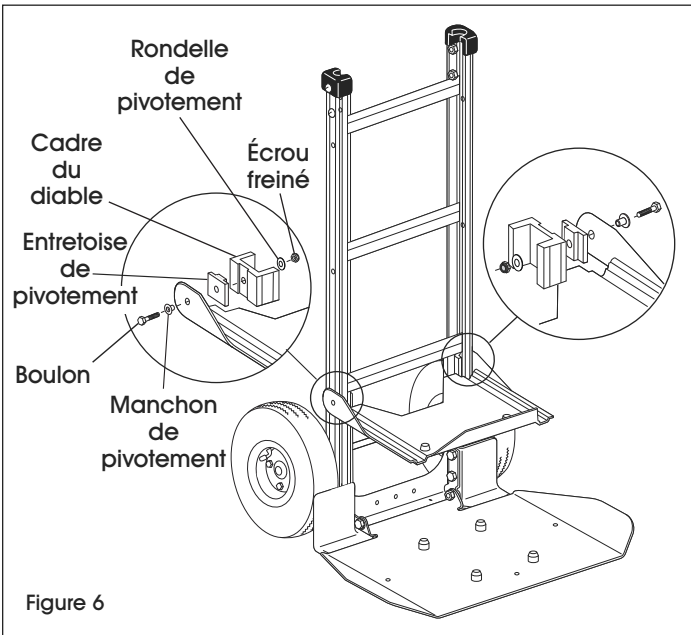

Figure 6
1. Positionnez le premier plateau supérieur juste en dessous de la barre transversale la plus basse du cadre, puis alignez les trous de boulon. Placez une entretoise de pivotement entre le cadre du diable et les bras du plateau. Placez un manchon de pivotement à travers le bras du plateau et l'entretoise. Fixez le tout avec un boulon à tête hexagonale de 5/16 x 1 3/4 po, un écrou freiné de 5/16 po et une rondelle de pivotement. (Voir Figure 6)